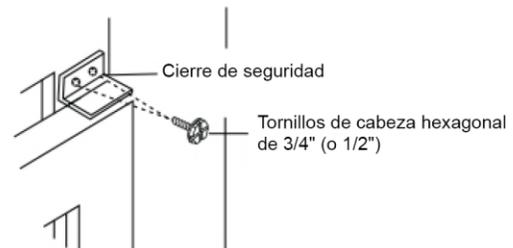

Fig.19
2. Fije el cierre de seguridad derecho (Fig. 19)